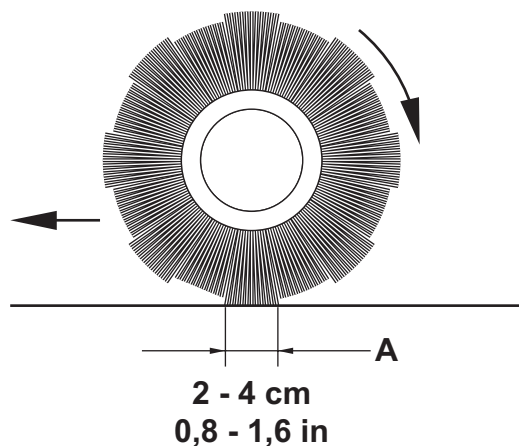

Рис. 5
- Измерьте ширину отпечатка главной щетки (А, Рис. 5) - она должна составлять от 2 до 4 см.
Если невозможно правильно отрегулировать отпечаток (А, Рис. 5), что вызвано различным давлением на землю по краям щетки, см. Руководство по обслуживанию.